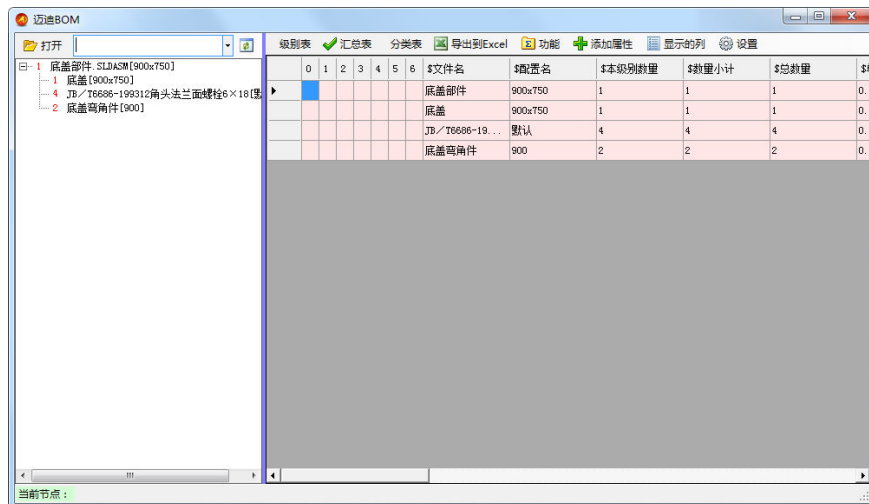

图 1 常用工具-BOM 操作界面
- 2、如果 SolidWorks 中的当前文件是装配体，BOM 工具会自动统计当前的装配体，并在窗口左侧生成装配树关系（如图 1）。